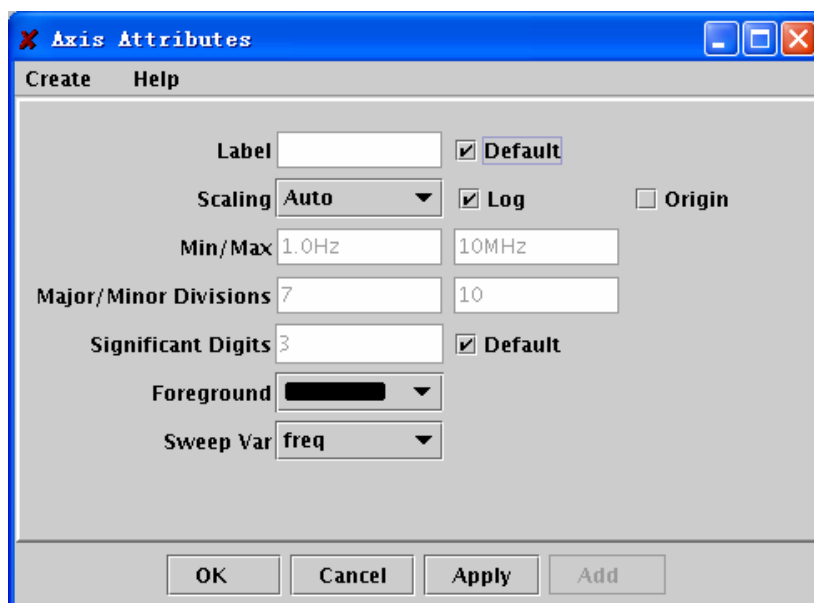

图 12.20 坐标属性设置窗口
- 1) 通过选择 “Axis” → “Edit”，或者双击坐标轴，打开 “Axis Attributes” 对话框，如图 12.20 所示。